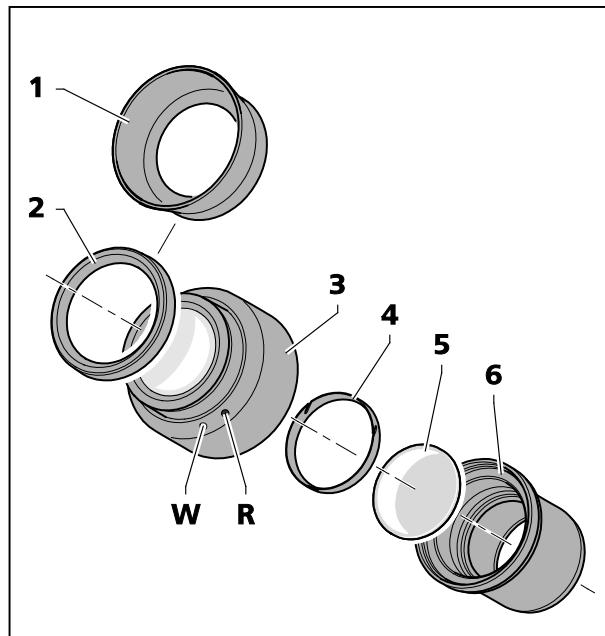

图 16 插入目镜板
目镜配备有橡胶材质的镜片保护环，以防止划坏镜片。也可以用可翻转眼杯 (图 16/1) 代替。
- 将镜片保护环 (图 16/2) 从目镜上取下，装上眼杯 (图 16/1)。
- 将光圈件 (图 16/6) 从目镜(图 16/3) 上取下来。
- 取下固定环 (图 16/4)。
- 装上目镜板 (图 16/5)。
由额外的玻璃光程造成的轻微图像位移，在屈光度计上的初始位置不是由白点（图 16/W）而是由红点（图 16/R）表示。